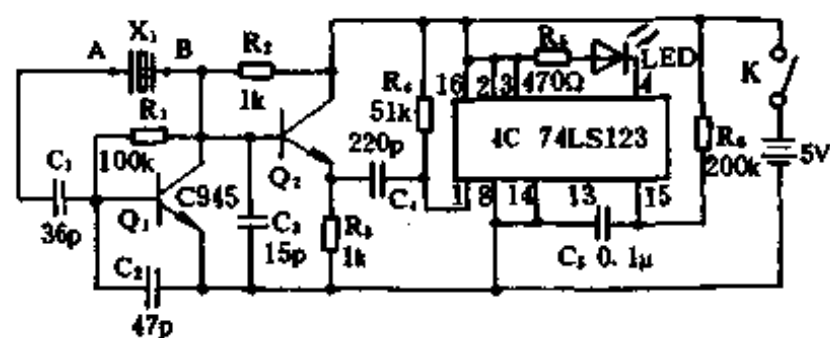

图 1-137
电路原理见图 1-137。三极管  $Q_1$ 、 $X_1$ 、 $C_1$ 、 $C_2$ 、 $C_3$  组成三点式振荡电路,产生高频的脉冲信号。脉冲信号再直接耦合至  $Q_2$ 、 $R_2$ 、 $R_3$  组成的射极跟随器,经  $C_4$  耦合到 IC 74LS123 组成的脉冲展宽电路。IC 是可重触发的单稳振荡器,在脉冲信号的触发下,单稳振荡器 74LS123 第④脚输出低电平,使 LED 亮, $R_5$  为限流电阻。